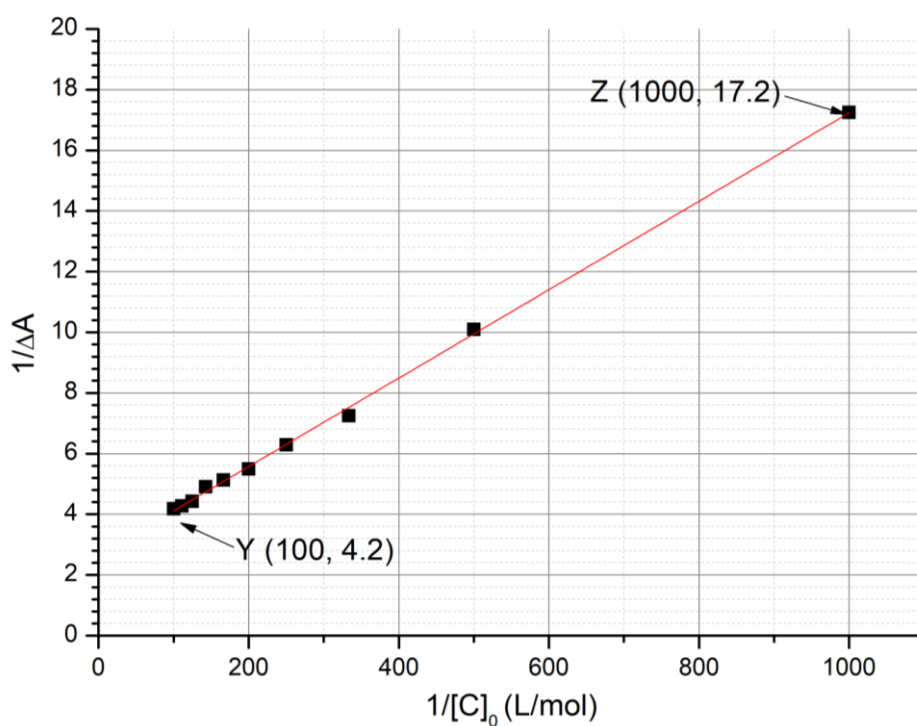

Fig. 3 – Variación de $1/\Delta A$ en función de $1/[C]_0$.
6. **Determina** K_t utilizando la siguiente curva experimental (Fig. 3).